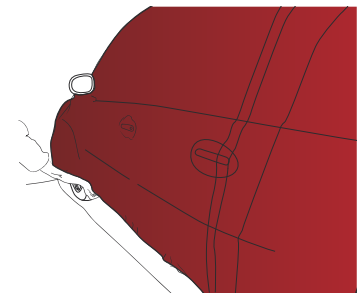

Abbildung 21
- Die Folie beim Übergang über die Türgriffe spannen und mit der Rakel dafür sorgen, dass die Verklebung ganz um die Türgriffe herumreicht. Wenn der Übergang über die Türgriffe gelungen ist, die Folie bis zum unteren Rand der Karosserie spannen. (Abb. 21)